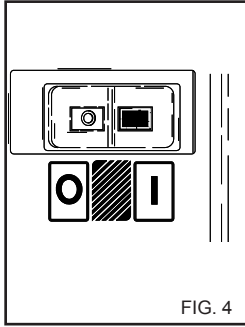

FIG. 4
2) Остановите аппарат, повернув выключатель в положение "0" (fig. 4).